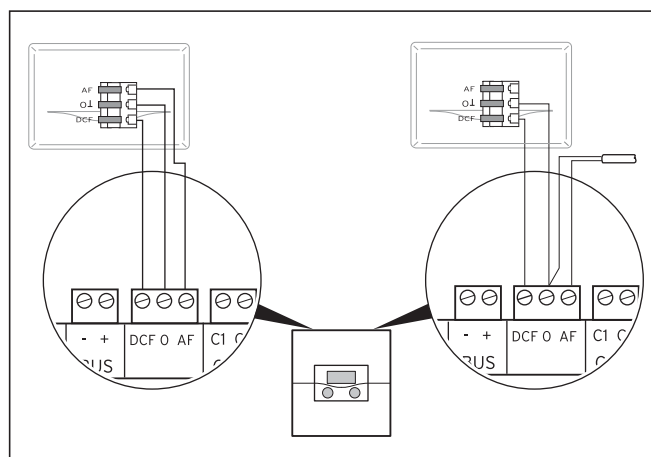

Fig.5.11 Raccord du récepteur DCF
- Câblez le récepteur DCF conformément à la fig. 5.11.